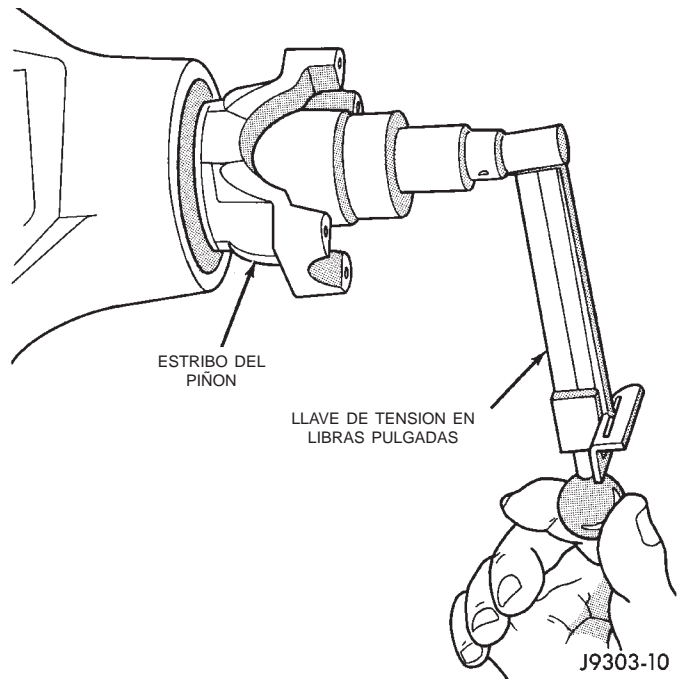

Fig. 14 Verificación del esfuerzo de rotación del piñón
(5) Haga girar el piñón satélite diez veces como mínimo. Compruebe que el piñón gira con suavidad. Haga girar el eje del piñón con una llave de tensión (lbs. pulg.). La torsión de rotación debería ser igual a la lectura registrada durante el desmontaje más 0,56 N·m (5 lbs. pulg.) (Fig. 14).
(6) Si el esfuerzo de rotación es bajo, use la herramienta de sujeción 6958 para sujetar el estribo del